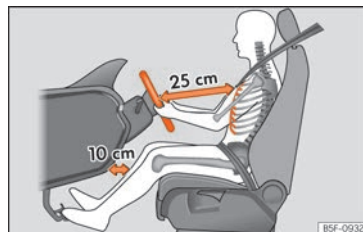

Fig. 2 La distance correcte entre le conducteur et le volant doit être de 25 cm minimum (10 pouces).
- Réglez le volant de sorte qu'il se trouve à une distance d'au moins 25 cm (10 pouces) du sternum » **fig. 2** et que vous puissiez le tenir à deux mains sur les côtés, par l'extérieur, les bras légèrement fléchis.
- Réglez le siège dans la longueur de manière à pouvoir actionner à fond les pédales avec les genoux légèrement fléchis et de manière à laisser une distance d'au moins 10 cm (4 pouces) entre les genoux et le tableau de bord » **fig. 2**.